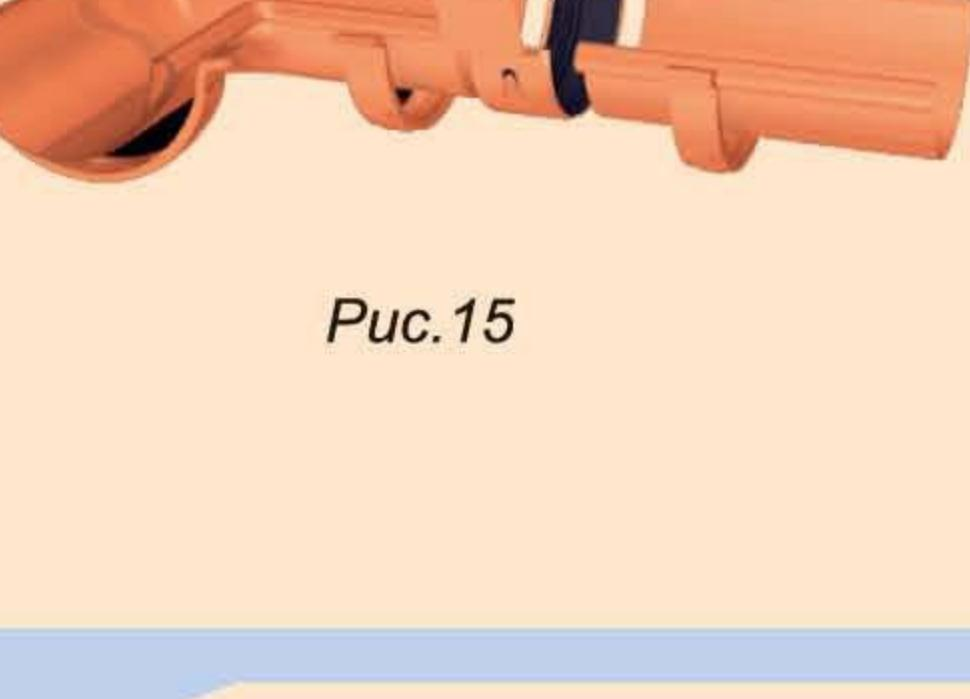

Рис.12
Вставьте резиновый уплотнитель ① в соединитель желоба ② ребристой стороной вверх. Уплотнитель не должен доходить на 1 см до края соединителя (рис.12). Отогните фиксатор пряжки ③ на 60-90° (рис.12).